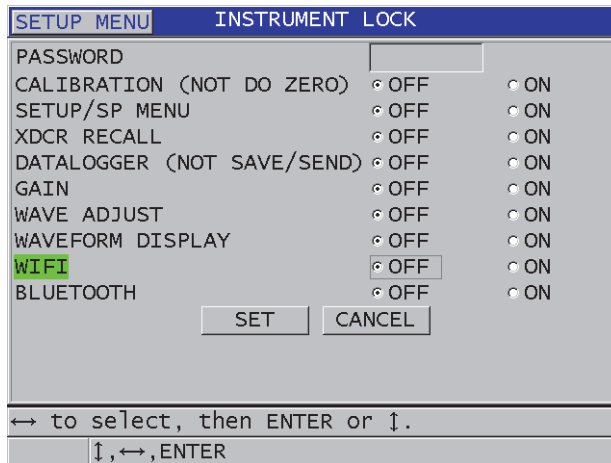

Abbildung 8-9 Fenster INSTRUMENT LOCK
3. Führen Sie im Fenster **INSTRUMENT LOCK** (siehe Abbildung 8-9 auf Seite 150) Folgendes aus: